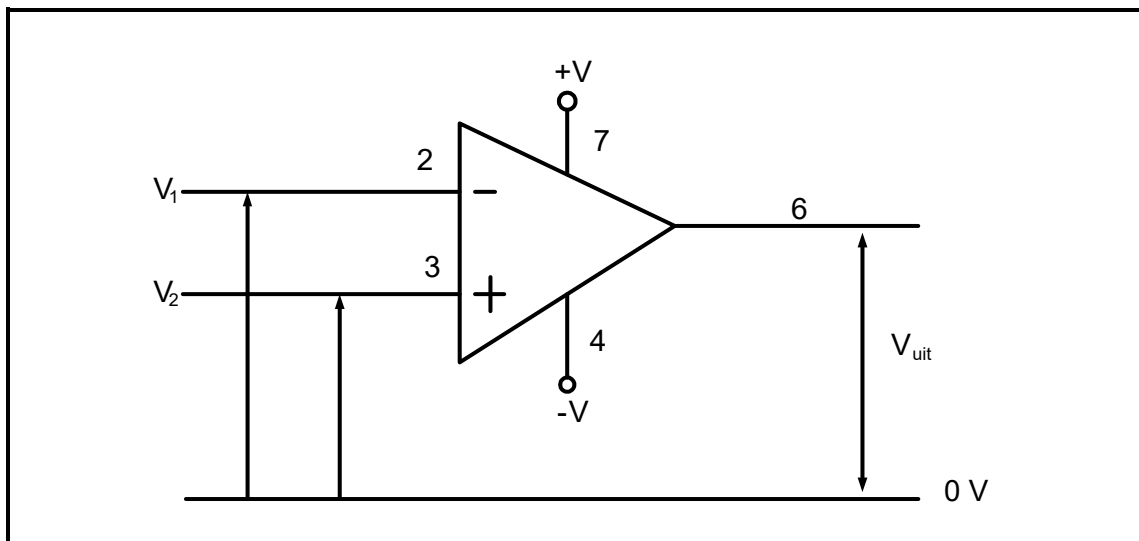

**FIGUUR 4.5: TERUGVOER VAN OP-VERSTERKER**
4.5 Verwys na FIGUUR 4.5 hieronder en beantwoord die vrae wat volg.
4.5.2 Beskryf kortliks die effek van die negatiewe terugvoering in FIGUUR 4.5 hierbo. (2)